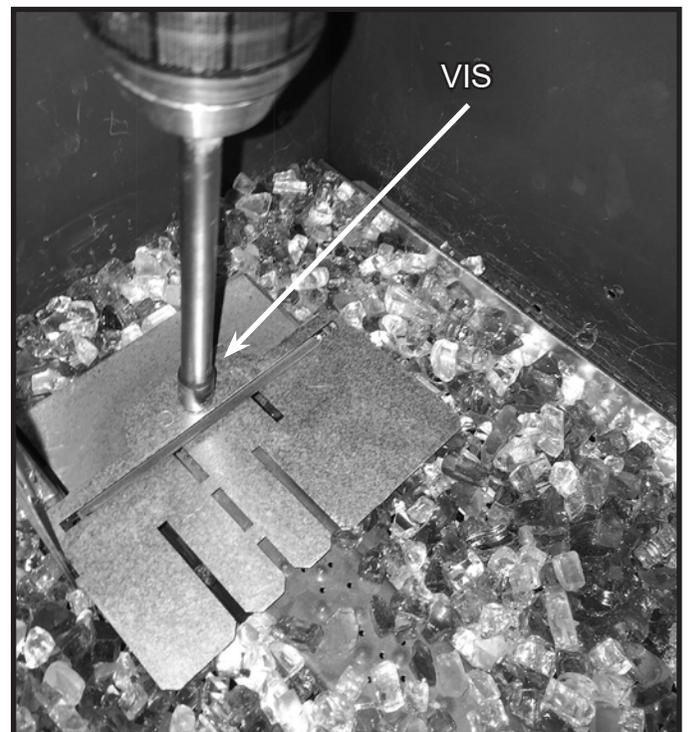

Figure 3. Retrait du support de placement des éléments d'apparence
5. Retirez la vis, indiquée à la figure 3, du support de placement des éléments d'apparence et retirez-le doucement de l'appareil. **NE LAISSEZ aucun élément d'apparence tomber dans la zone avant de la veilleuse.**